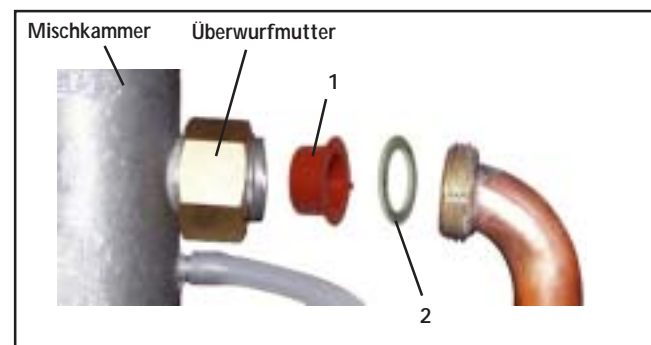

Bild 4: Einbau der Gasdrosselblende
! - Setzen Sie entsprechend der Tabelle die Gasdrosselblende (1) entsprechend **Bild 4** in die Mischkammer ein und befestigen Sie unter Verwendung der neuen Flachdichtung (2) das Gasrohr.